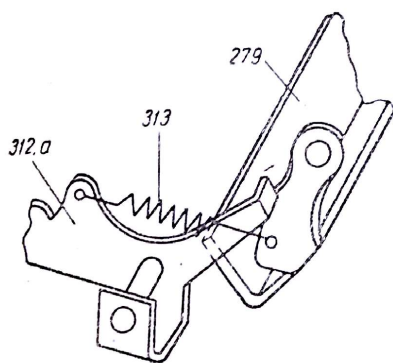
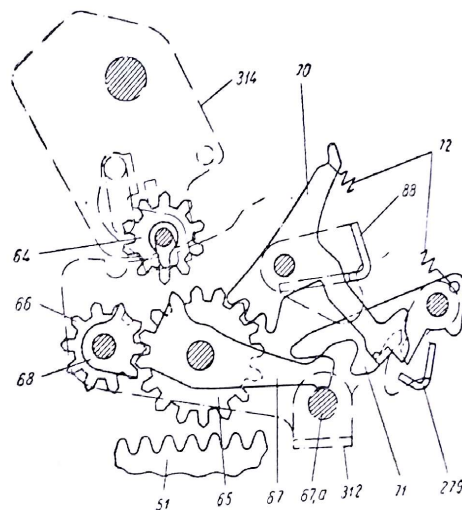
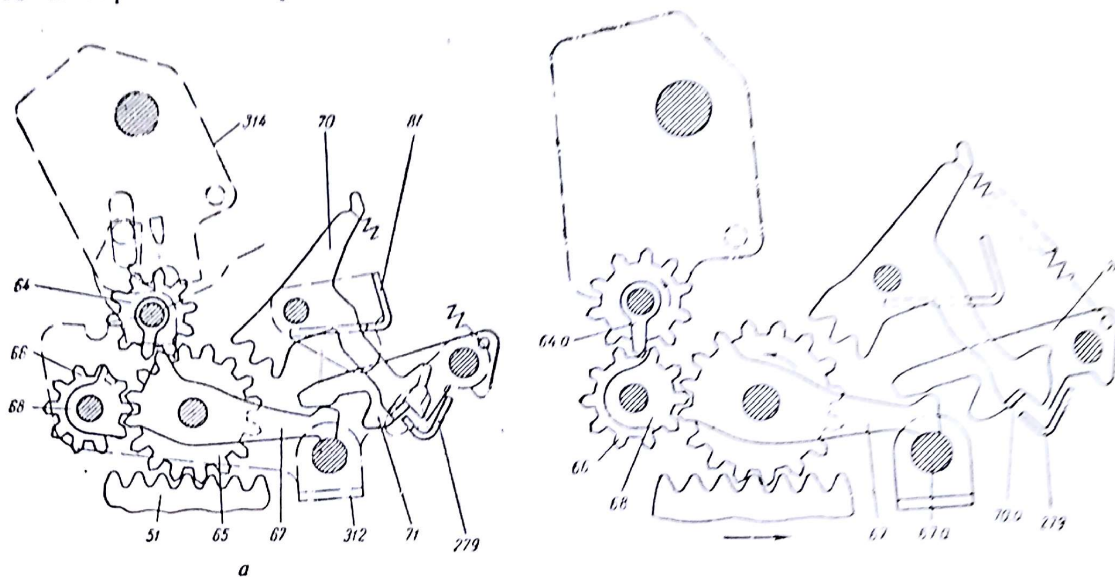
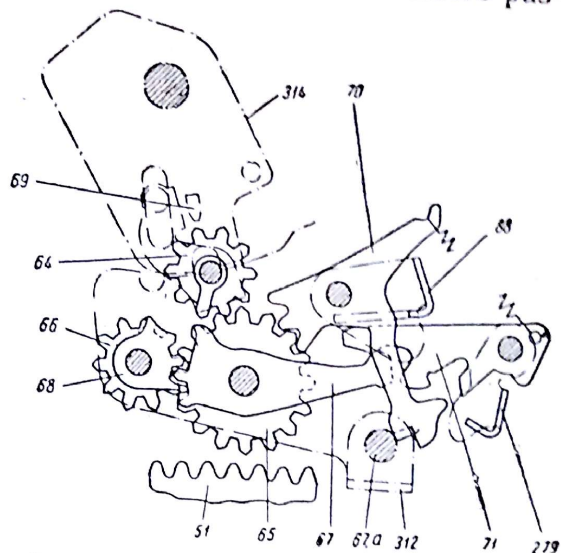

Рис. 38. Скоба освобождения десятичных рычагов.
Рис. 39. Передача десятков (исходное положение счетчика)
Рис. 40. При передаче десятков счетчик подключен на сложение (а), на вычитание (б).
Рис. 41. Передача десятков (счетчик частично отключен, десятичный рычаг сработал).
**Подготовка к передаче десятков.** Во время рабочего хода при подключении промежуточных шестерен к счетным рейкам каретка 312, а (рис. 38) своими плечиками освобождает скобу 279, которая под действием пружины 313 поворачивается и становится на пути нижних плеч десятичных рычагов 70 (рис. 39). При возвращении счетных реек 51 в исходное положение поворачиваются промежуточные шестерни 65, которые поворачивают подключенные к ним (при работе на плюс) шестерни 64 счетчика по часовой стрелке.
Если в каком-либо разряде шестерня счетчика переходит с 9 на 0, то она своим десятичным зубом нажимает на зуб плюсового подготовительного рычага 67 (рис. 40), находящегося между промежуточной шестерней данного и высшего разрядов. Этот рычаг поворачивается и своим передним плечом поворачивает запорную собачку 71, а последняя освобождает десятичный рычаг 70 следующего высшего разряда. Десятичный рычаг под действием пружины 72 поворачивается до упора нижним плечом в скобу 279 (см. рис. 38).
**Передача десятков.** При отключении счетчика промежуточные шестерни 65 поднимаются и по мере выхода из зацепления со счетными рейками их зубья входят в зацепление с зубьями десятичных рычагов 70 (рис. 41). Одновременно каретка 312, а (см. рис. 38) поворачивает скобу 279. Скоба освобождает десятичный рычаг 70, который под действием пружины пово-
**Передача десятков при работе машины на вычитание чисел** (см. рис. 41). При работе машины на вычитание шестерни счетчика подключаются к минусовым шестерням 66, находящимся в постоянном зацеплении с промежу-